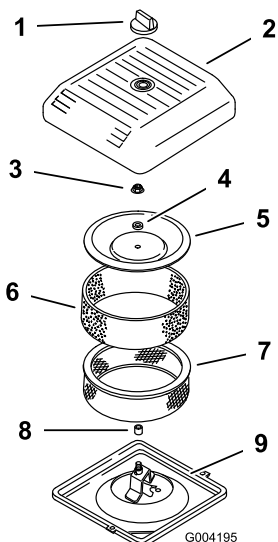

Figure 14
- Dévissez le bouton et déposez le couvercle du filtre à air (Figure 14).
- Glissez délicatement le préfiltre en mousse hors de l'élément en papier (Figure 14).
- Dévissez l'écrou du couvercle et enlevez le couvercle, l'entretoise et l'élément en papier (Figure 14).
2. Posez l'ensemble filtre à air sur sa base (Figure 14).
3. Montez le couvercle, l'entretoise et fixez-le avec l'écrou (Figure 14). Serrez l'écrou à 11 Nm.
4. Remettez le couvercle du filtre à air et fixez-le à l'aide du bouton (Figure 14).